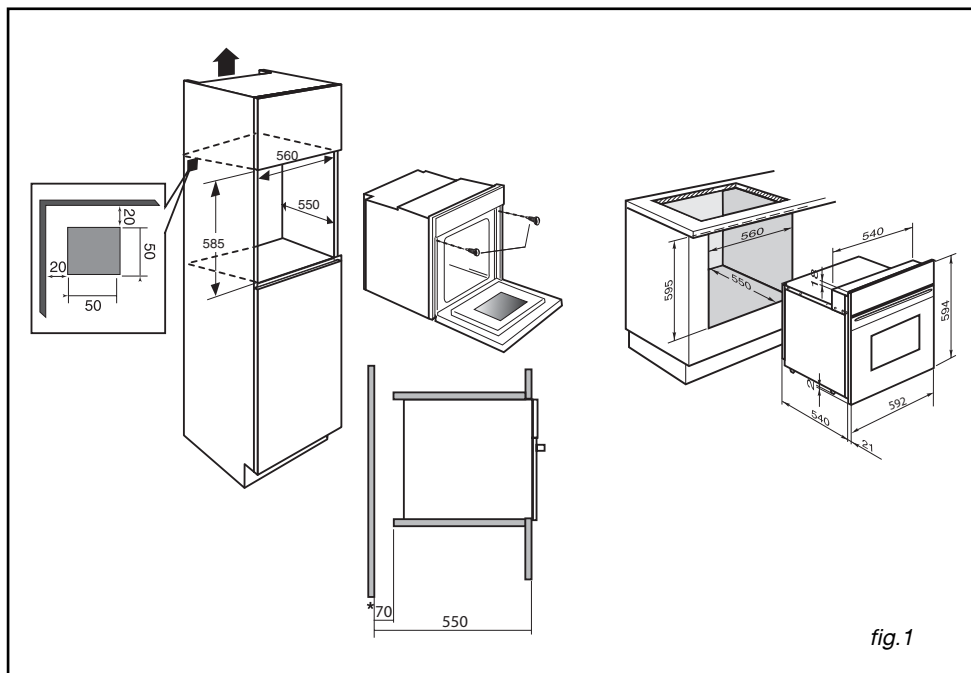

fig. 1
- Pour plus de stabilité, fixez le four dans le meuble par 2 vis au travers des trous prévus à cet effet sur les montants latéraux (fig.1).